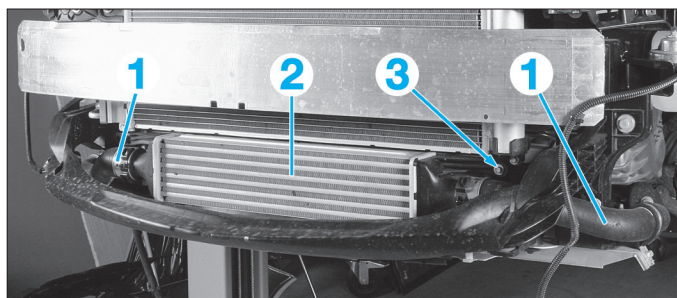

Fig. 39
- Détacher les tuyaux (1) de l'échangeur d'air (2) (Fig.39).